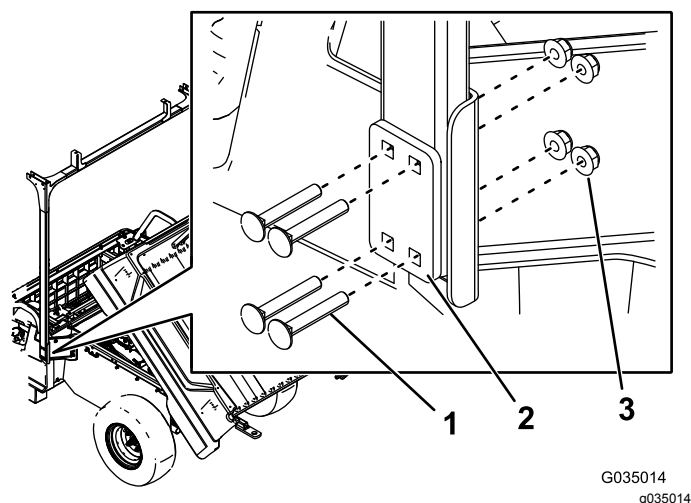

Figura 7
6. Instale sem apertar as tubagens traseiras nos suportes com volta traseiros utilizando 8 parafusos de carroçaria (2 pol.), 2 placas de montagem e 8 porcas (5/16 pol.), como se mostra na Figura 7.